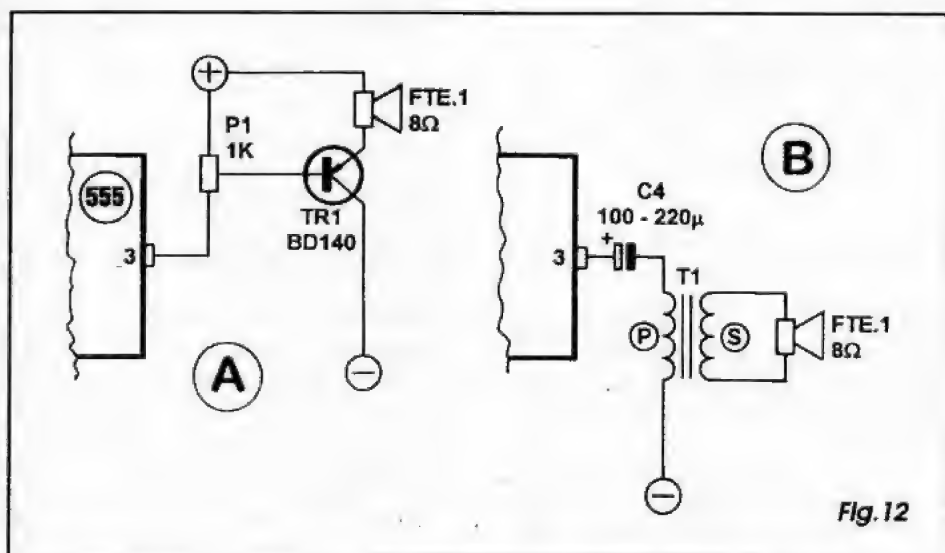

Fig. 12
- FIG. 12 - Ainda falando no correto aproveitamento e eventual controle da saída de um oscilador com 555, a figura traz dois arranjos interessantes de se conhecer: em A temos um esqueminha cuja organização proporciona controle de volume na saída amplificada (por um único transistor), devendo o caro leitor/aluno notar que - no caso - P1 faz simultaneamente uma série de trabalhos: limita a corrente de saída do 555, controla a polarização de base de TR1 e determina o nível do sinal aplicado ao transistor... Transistores de média potência (como o BD140 indicado, ou vários equivalentes...) são apropriados para a aplicação... Já no item B vemos um modo alternativo de entregar e casar os